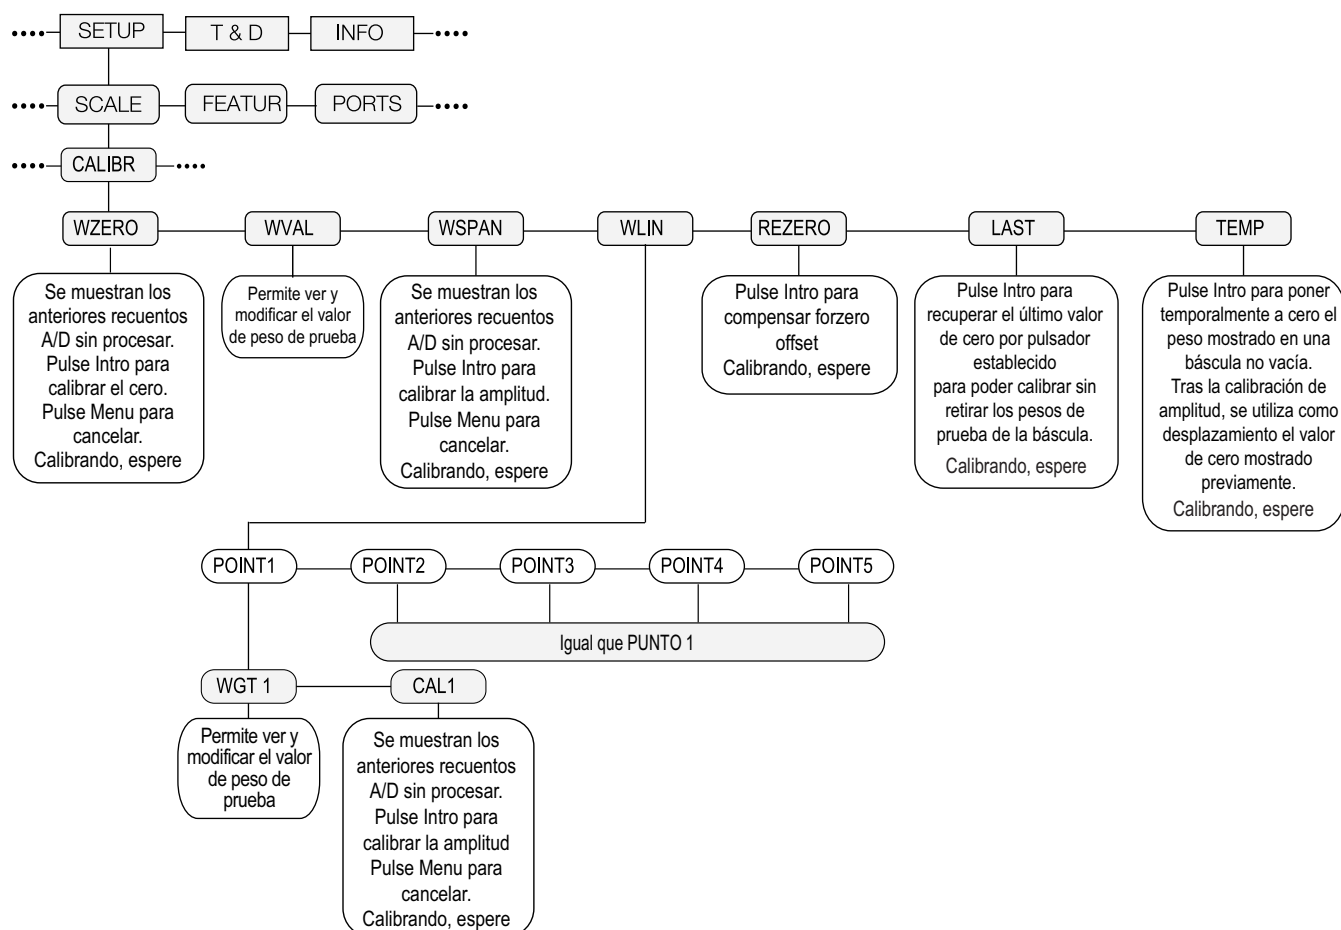

Figura 4-1. Menú de calibración (CALIBR)
1. Ponga el visor en modo de configuración con el interruptor de configuración de la parte trasera de la unidad (consulte la Figura 3-1 en la página 45), o utilice  si la pista de auditoría está habilitada, y desplácese hasta CALIBR (consulte la Figura 4-1 en la página 72).